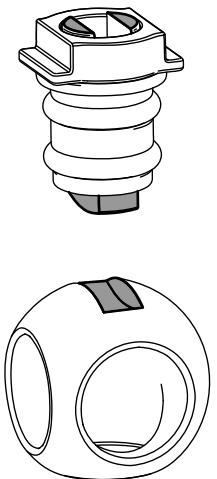

Рисунок 121
6. Вставьте шар в корпус клапана (Рисунок 121).
- Примечание:** Шток клапана должен быть установлен внутри паза привода шара. Если шток клапана не устанавливается в него, отрегулируйте положение шара (Рисунок 121).